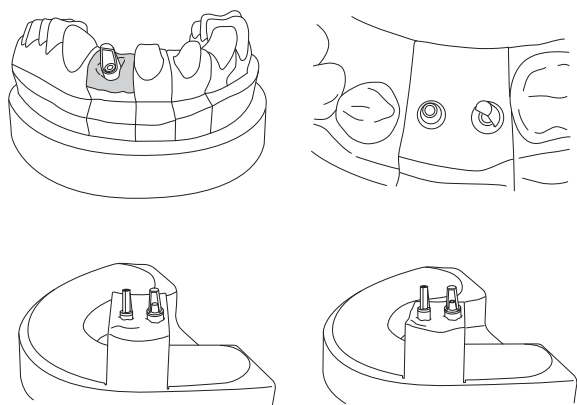

図 1（模型分割）
- 作業用模型は隣接面部（図 1）のみ分割をお願いします（インプラント間の分割は不要です）。未分割の場合、お断りさせていただく場合もあります。また、お送りいただいたままの位置で読み込みますので、フィクスチャーとアバットメントはしっかりとスクリューで固定をお願いします。必要に応じてアバットメントを取り外す場合もありますので、ジグインデックス（図 2）をお送りいただくことをお勧めします。